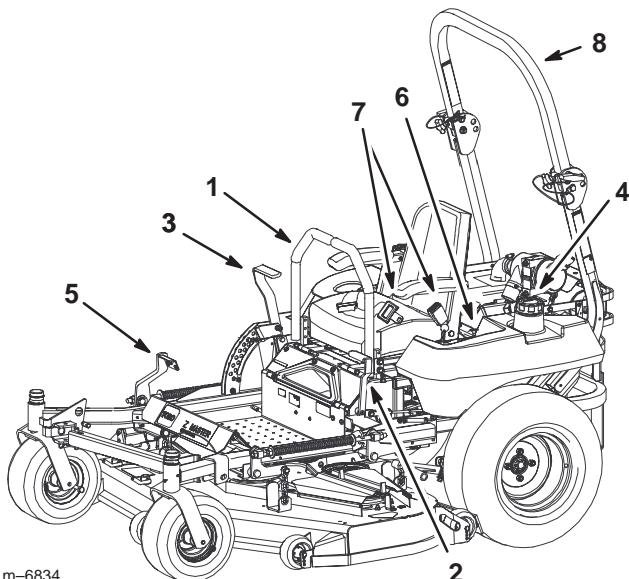

Bild 7
Machen Sie sich mit den Bedienelementen vertraut (Bild 7 und 8), bevor Sie den Motor anlassen und die Maschine einsetzen.
- Schieben Sie die Fahrantriebshebel (Bild 7) aus der Neutralsperrstellung.